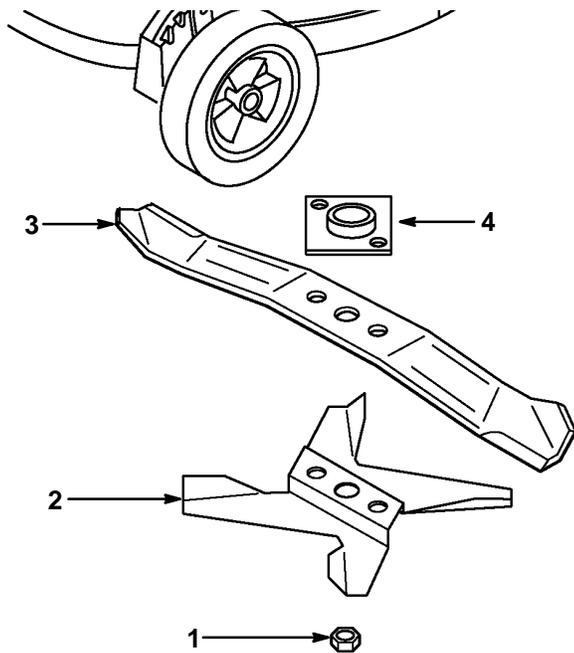

Figure 28
1. Retirer l'écrou de lame et l'hélice de paillage (Fig. 28).
- Séparer la lame de sa plaque d'entraînement (Fig. 28).
- Installer la plaque d'entraînement sur le vilebrequin (si elle a été retirée) (Fig. 28).